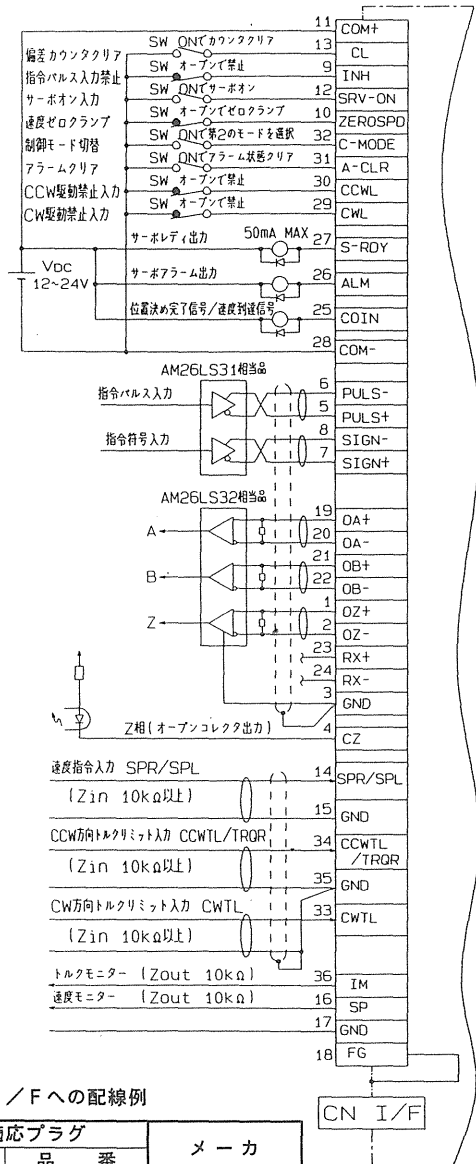

図2. コネクタ CN I/F への配線例
(1) 図2の“コネクタ CN I/Fへの配線例”を参考にして配線してください。CN I/Fのピン配列については13-1項を参照してください。
(2) COM+, COM-間に接続される外部制御用のDC12~24Vの制御信号電源はお客様の方でご準備ください。
(3) ドライバと周辺機器は、配線が短くなるように極力近距離(3m以内)に配置してください。
(4) パワーライン(R, S, T, U, V, W, E)との配線とはできるだけ(30cm以上)離してください。同一のダクトに通したり、一緒に結束しないでください。
(5) 制御出力(S-RDY, ALM, COIN)の各端子にDC24V50mA以上を印加したり、逆極性に電圧を印加したりしないでください。ドライバが破損します。
(6) 制御出力端子でリレーを直接ドライブする時は、リレーと並列に図2に示す方向でダイオードを装着してください。ダイオードの未装着、逆方向の装着ではドライバが破損します。
(7) 図2に示すようにCN I/Fの信号ライン(特にアナログ指令入力, 指令パルス入力, エンコーダのフィードバックパルス出力等)の配線は、シールド付ツイストペア線を使用してください。シールドはドライバ側でシグナルグラウンド(GND)に接続してください。
コネクタCN I/Fの接続の詳細を示します。13ページ、図2に示す配線例もあわせて参照ください。